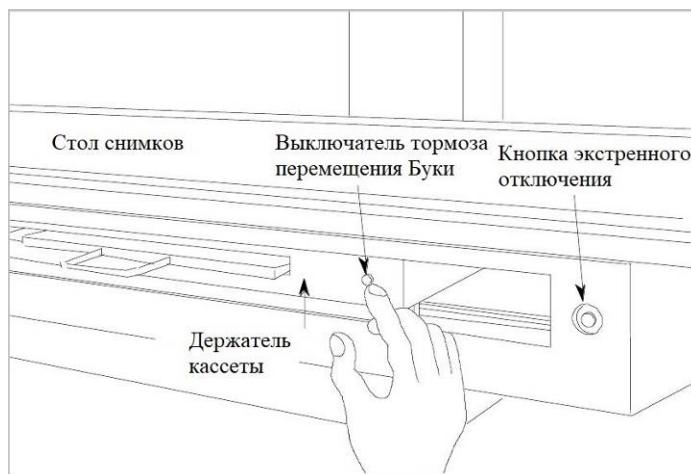

Рисунок 5.2 – Кнопки на столе снимков
- 4) Добейтесь, чтобы центр рентгеновского пучка совпадал с центром кассеты, для чего переместите держатель кассеты вдоль стола, выключив тормоз перемещения с помощью соответствующего переключателя (рисунок 5.2).